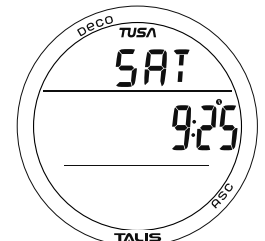

Abb. 48 - ENTSÄTTIGUNGSZEIT
**Entsättigungszeit**, Informationen beinhalten (Abb. 48):